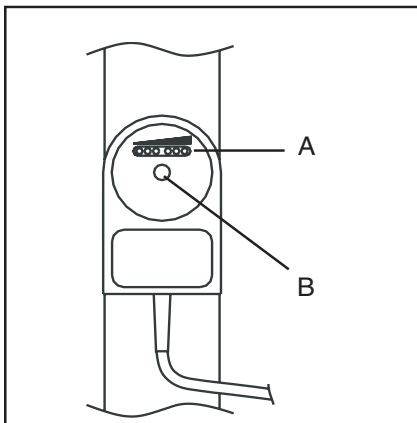

Fig. 15
Bitte beachten Sie: Kontrollieren Sie, ob das Durchflussventil ordnungsgemäß sitzt, vgl. Fig. 15. Das Durchflussventil muss parallel zum Rohr sitzen, so dass sich die Leitung in Fließrichtung befindet.
Beachten Sie jedoch den Abschnitt 3 und die Fig. 15.
4. Die Nylonschraube „B“ (Fig. 15) abschrauben.
5. Überprüfen Sie, ob das Durchflußventil richtig herum sitzt (vgl. Fig. 15).